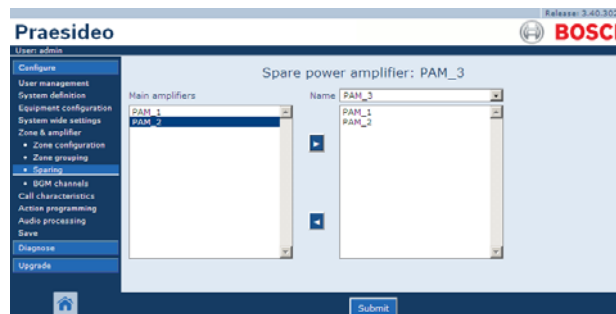

рисунок 46.14: Резервирование, шаг 4
- 4 Дважды щелкните выбранный базовый усилитель или нажмите кнопку **>**, чтобы назначить базовый усилитель для резервного усилителя. В основной части веб-интерфейса откроется экран, подобный экрану, приведенному на рисунок 46.14.